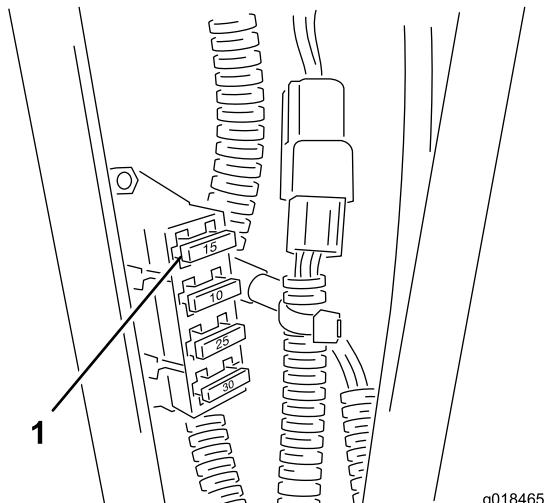

Figure 34
22. Placez le fusible de 15 A dans le porte-fusibles (Figure 34).